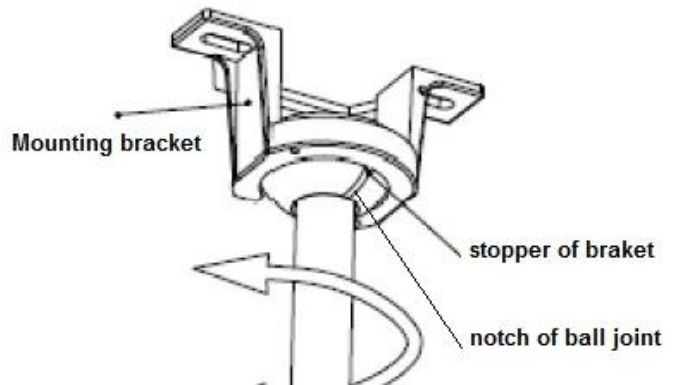

Fig. 5
- Zorg ervoor dat inkeping van het kogelgewricht op de stop van de montagebeugel gepositioneerd is, om te voorkomen dat de ventilator begint te draaien. Fig. 5